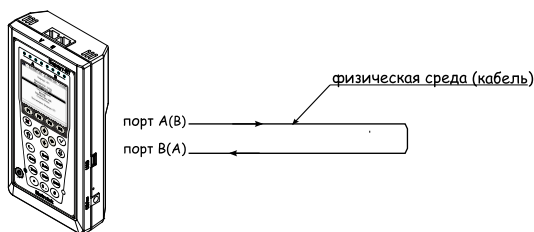
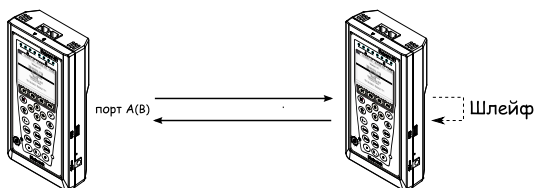

Рис. 7.85. Тестирование на физическом уровне (вариант 1)
Рис. 7.86. Тестирование на физическом уровне (вариант 2)
- На **физическом уровне** данные отправляются частями с определённым межкадровым интервалом (IFG — Interframe Gap). В этом случае тестирование проводится с порта А (В) на порт В (А) (см. рис. 7.85) или используется функция «Шлейф» (см. рис. 7.86).